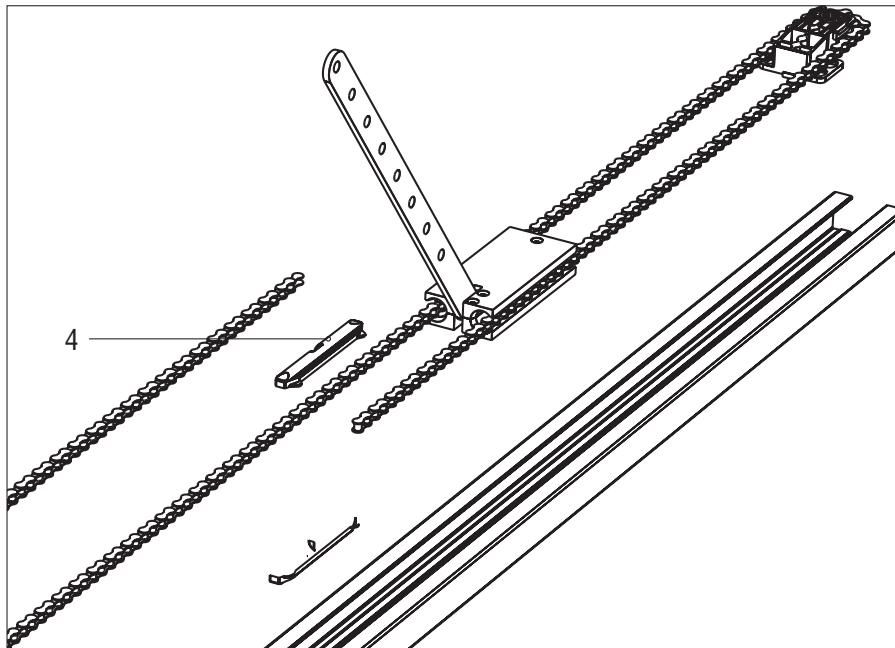

Рисунок 4
5. Разберите суппорт поз. 4 на две части (рисунок 4).